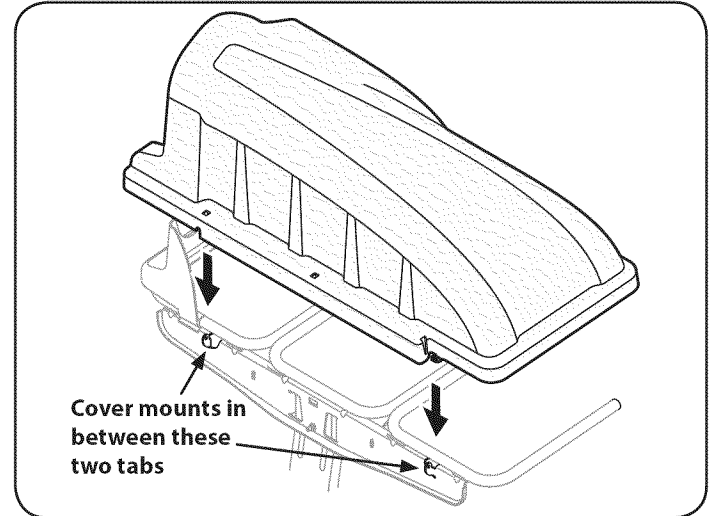

Figure 34
5. Instale la cubierta del colector de césped en la unidad de soporte del cubo, como se ve en la Figure 34. La cubierta del colector de césped va dentro de las dos lengüetas de montaje sobre la unidad de soporte de los cubos.